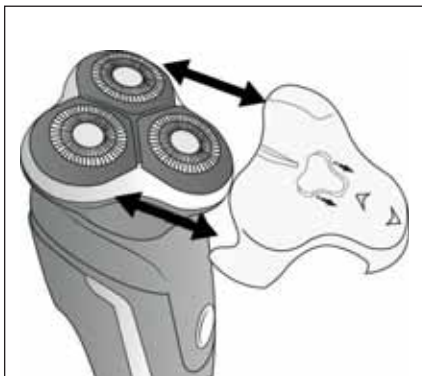

Fig. 1
- ♦  Para retirar la tapa protectora **1**, tire de esta hacia abajo de forma que se desmonte de la unidad de cuchillas **2** (consulte la fig.1).